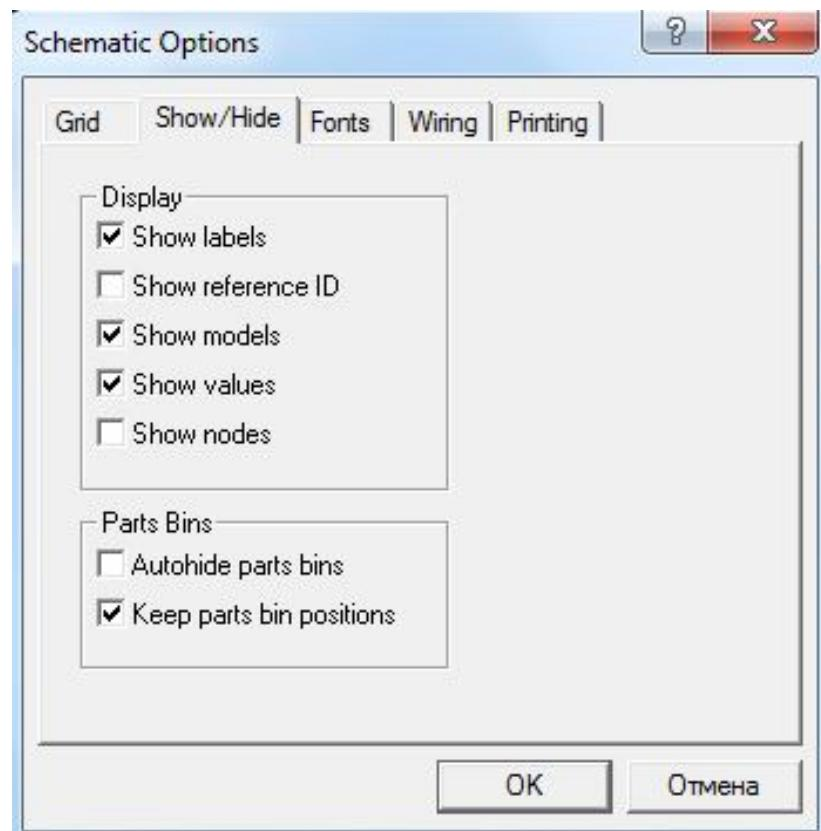

Рисунок 2.3 – Вкладки команди Schematic Options
- 5) вкладку *Printing* для встановлення масштабу інформації, яка виводиться на принтер (рис. 2.3).